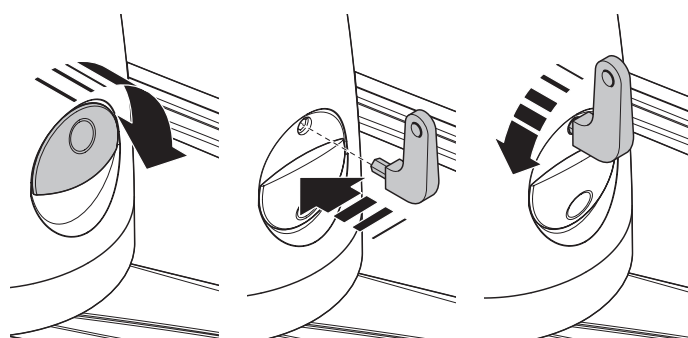

Fig. 12
01. Déverrouillez le motoréducteur comme indiqué sur la **fig. 12** ;